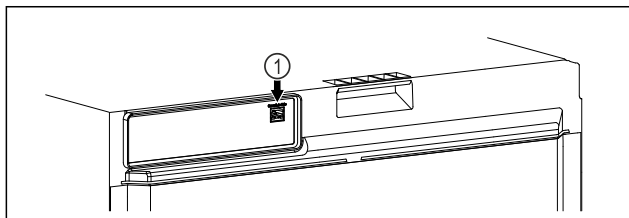

Fig. 109
- Το SmartModule Fig. 109 (1) είναι τοποθετημένο.